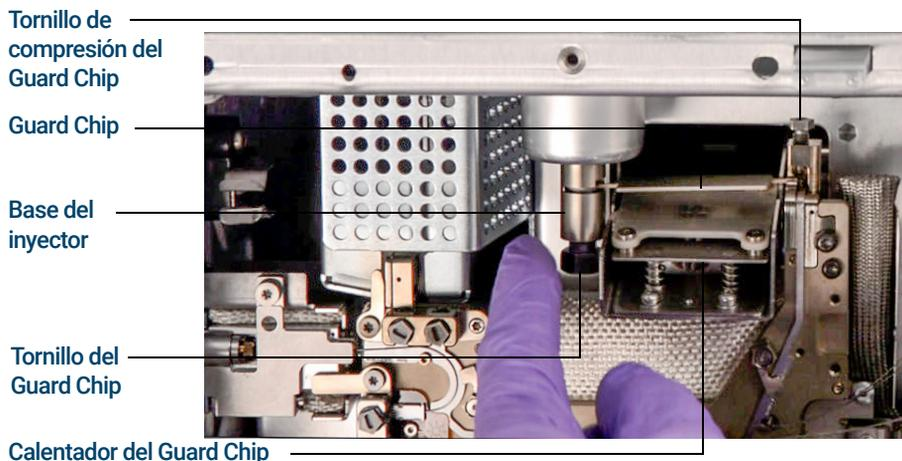

Figura 12. Guard Chip y piezas relacionadas
- 9 Tire hacia fuera de la placa de acceso al tornillo de compresión para permitir que la llave dinamométrica pueda acceder al tornillo de compresión del Guard Chip. (Consulte la **Figura 12** en la página 72).